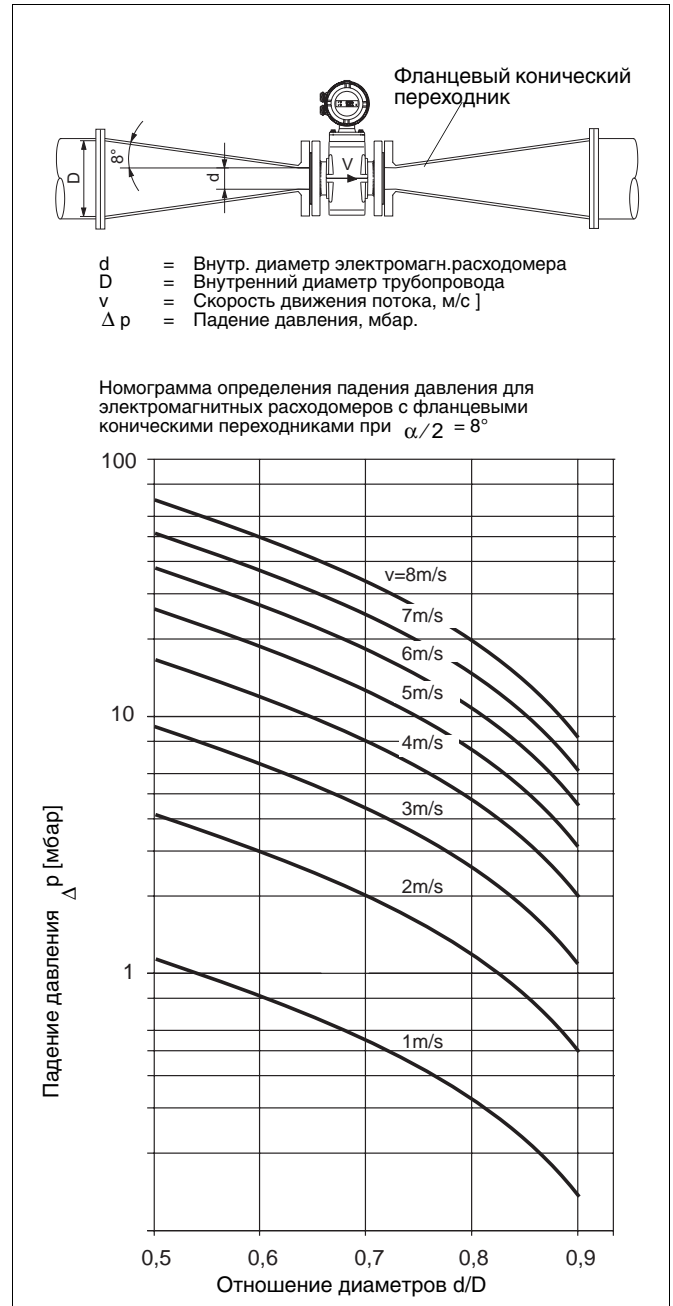

Рис. 4: Номограмма падения давления для электромагнитных расходомеров.
Первичные преобразователи расходомеров могут легко монтироваться в трубопроводах больших размеров с использованием переходников (например, фланцевых конических переходников DIN 2616). Возникающее при этом падение давления можно определить с помощью приведенной на Рис. 4 номограммы. Падение давления определяется следующим образом:
3. Определите падение давления на оси Y на Рис. 4.